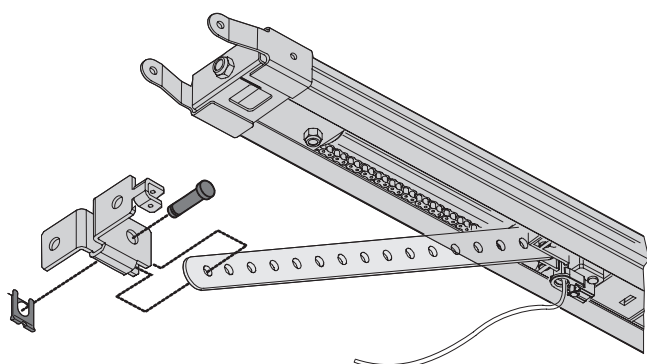
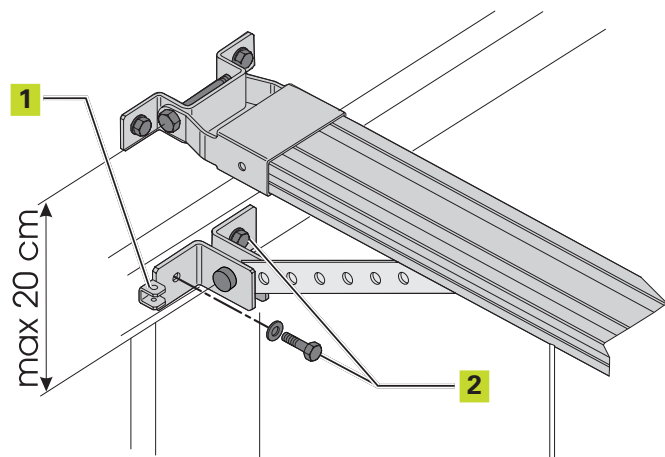
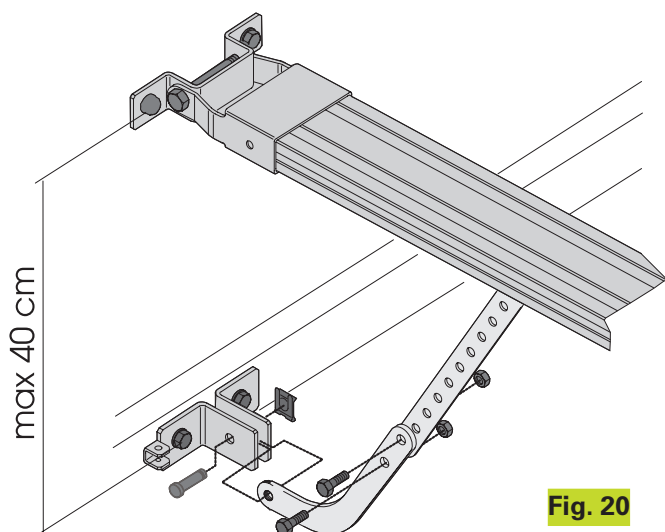

Fig. 18
Fig. 19
Fig. 20
- 1) Assembler la patte d'attache à la tige du chariot (fig. 18). Positionner la patte d'attache sur la porte de manière à ce que le trou de passage du fil de déverrouillage soit tourné vers le côté gauche de la porte (réf. ① Fig. 19).
- 4) Contrôler que la distance entre les entraxes des trous de fixation de la patte d'attache antérieure et de la patte d'attache sur la porte ne soit pas supérieure à 20 cm (Fig. 19). Pour un fonctionnement correct de l'automatisme, on conseille d'éviter des inclinaisons du bras supérieures à 30° par rapport au guide de coulissement. Si l'on utilise le bras courbe pour portes sectionnales (en option) réaliser l'assemblage avec le bras droit du chariot d'après la fig. 20. Pour améliorer l'efficacité du système anti-écrasement, on conseille de fixer la patte d'attache le plus bas possible sur la porte sectionnale, mais sans dépasser la distance de 40 cm à partir de la patte d'attache antérieure de l'opérateur.
- 5) Tracer, percer et fixer la patte d'attache à la porte, par l'intermédiaire des vis (réf. ② Fig. 19) non fournies.